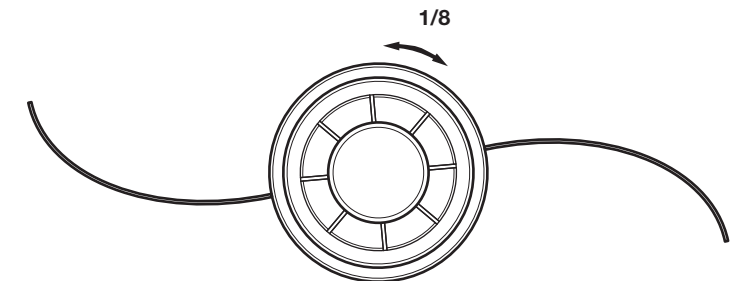

Fig. 7
**Si...** El alojamiento del eje inferior no entra completamente en el acople y los orificios no están alineados, retire el alojamiento del eje inferior, gire ligeramente el cabezal de corte (1/8 de vuelta) y repita el paso 4 (Fig. 7).